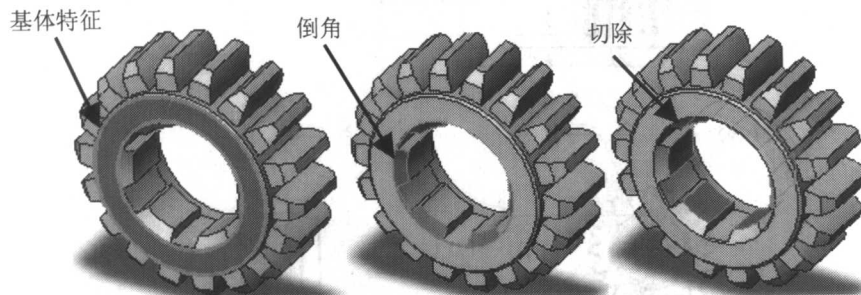

图 1-8 组合特征形成零件
(2) SolidWorks 使用三维设计方法。设计零件时,从初始草图开始,创建一个三维零件模型,并且用这个三维零件模型可建立二维工程图和三维装配体。
(3) SolidWorks 是一种尺寸驱动系统。可指定尺寸和各实体之间的关系,改变尺寸就能改变零件的尺寸和形状,并保留原有设计意图。
(4) 具有特征造型的功能。一般可用草图建立一个基本特征,然后附加上更多的特征,最终建立零件模型。在此过程中可通过对特征的增减、改变或调动来自由地重定义设计,如图 1-7、图 1-8 所示。